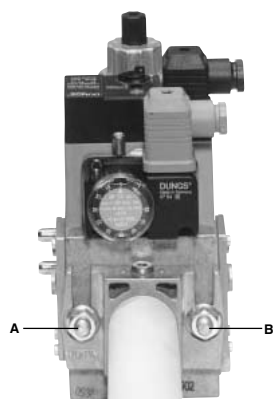
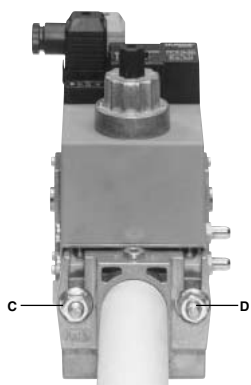
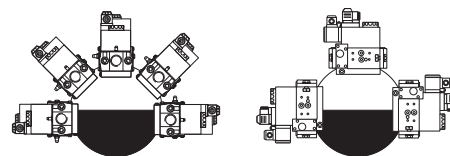

Рис. 5
Рис. 6
Рис. 8
3. Затянуть винты A, B, C и D (Рис. 5 - Рис. 6), (Рис. 8), соблюдая дистанции монтажа (Рис. 8);
1. Расслабить винты А и В, но **не снимать** их (Рис. 5 и Рис. 6)
2. Отвинтить винты С и D (Рис. 5 и Рис. 6)